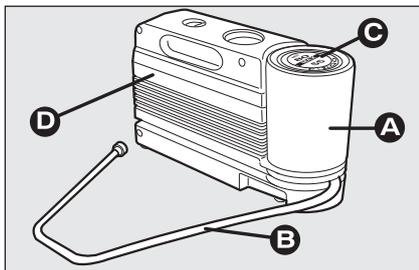

fig. 10
- un compresseur D-fig. 10 muni d'un manomètre et de raccords.